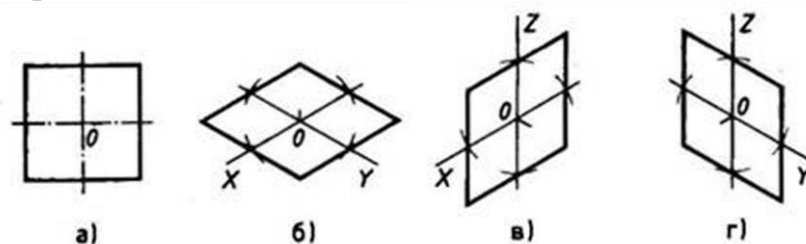

Рис.1. Прямоугольная и изометрические проекции квадрата
**Порядок выполнения.** Ознакомиться с содержанием чертежа к теме (рисунок 1). Изучить методические указания к данной теме и приступить к выполнению графической работы на листе чертежной бумаги формата А4 карандашом.
При построении изометрической проекции квадрата (рис. 1) из точки О по аксонометрическим осям откладывают в обе стороны половину длины стороны квадрата. Через полученные засечки проводят прямые, параллельные осям.